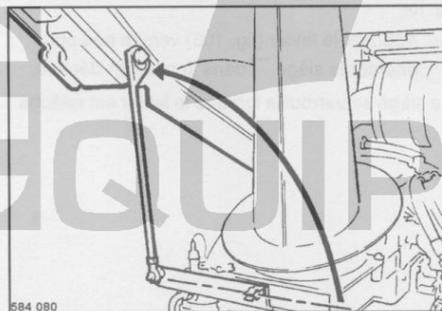

fig. 108
- Tirer la barre du support et caler le capot (fig. 108).